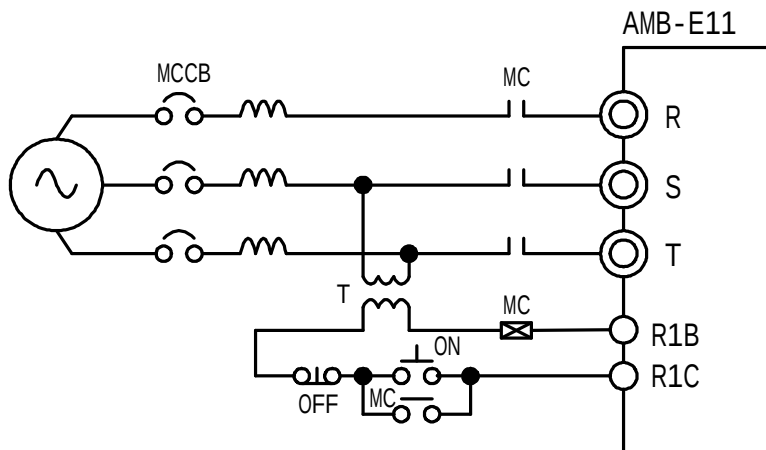

图 2-10 接入输入断路器
- ① MCCB 的容量应为变频器额定电流的 1.5~2 倍。
- ② MCCB 的时间特性要满足变频器的过热保护（150%的额定电流/1 分钟、180%的额定电流/2 秒钟）特性。
- ③ MCCB 与两台以上变频器或其他设备共用时，可按图 2-10 连接，将变频器故障输出继电器触点接入电源接触器将输入电源断开。